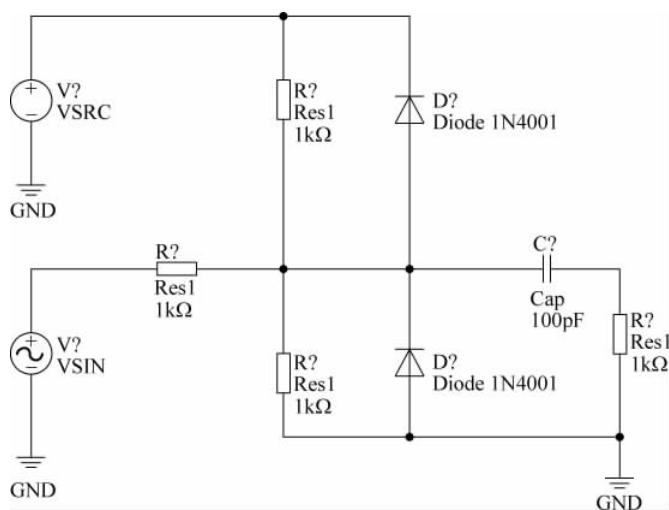

图 3-24 连接电路中的所有元件
(4) 单击 AD 主界面下的工具栏内的连线按钮, 将这些元器件和信号源按照如图 3-24 所示的方式进行连接。